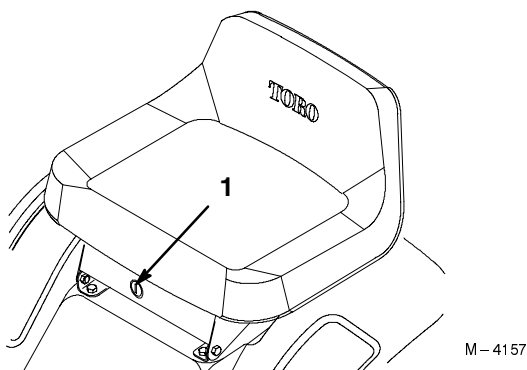

Bild 10
Wenn Sie im Rückwärtsgang den Zapfwellenantrieb benötigen, können Sie diesen Sicherheitsschalter mit Hilfe des Schlüsselschalters beim Sitzbügel deaktivieren (Bild 10).
2. Stecken Sie den Schlüsselschalter in sein Schloss (Bild 10).